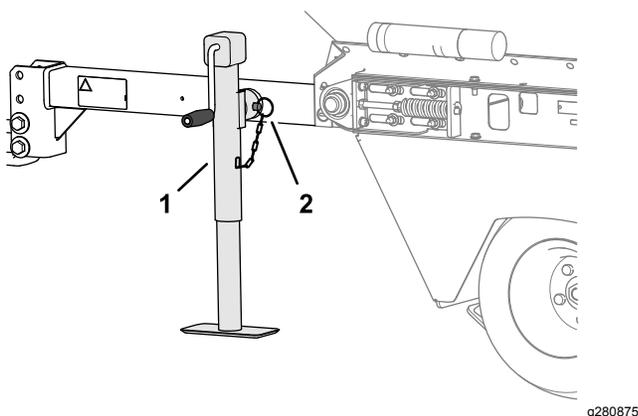

図 11
2. ジャッキを縦にする 図 11。
3. 取り付けチューブにセットしてクレビスピンで固定する 図 11。